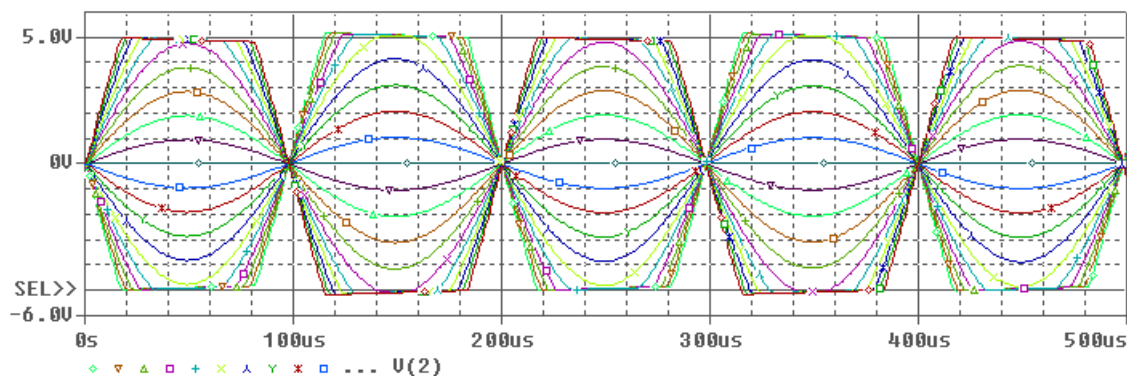

Рис.12. Семейство выходных осциллограмм в параметрическом анализе
- Запустить схему на расчет и получить семейство осциллограмм выходного напряжения (рис. 12).